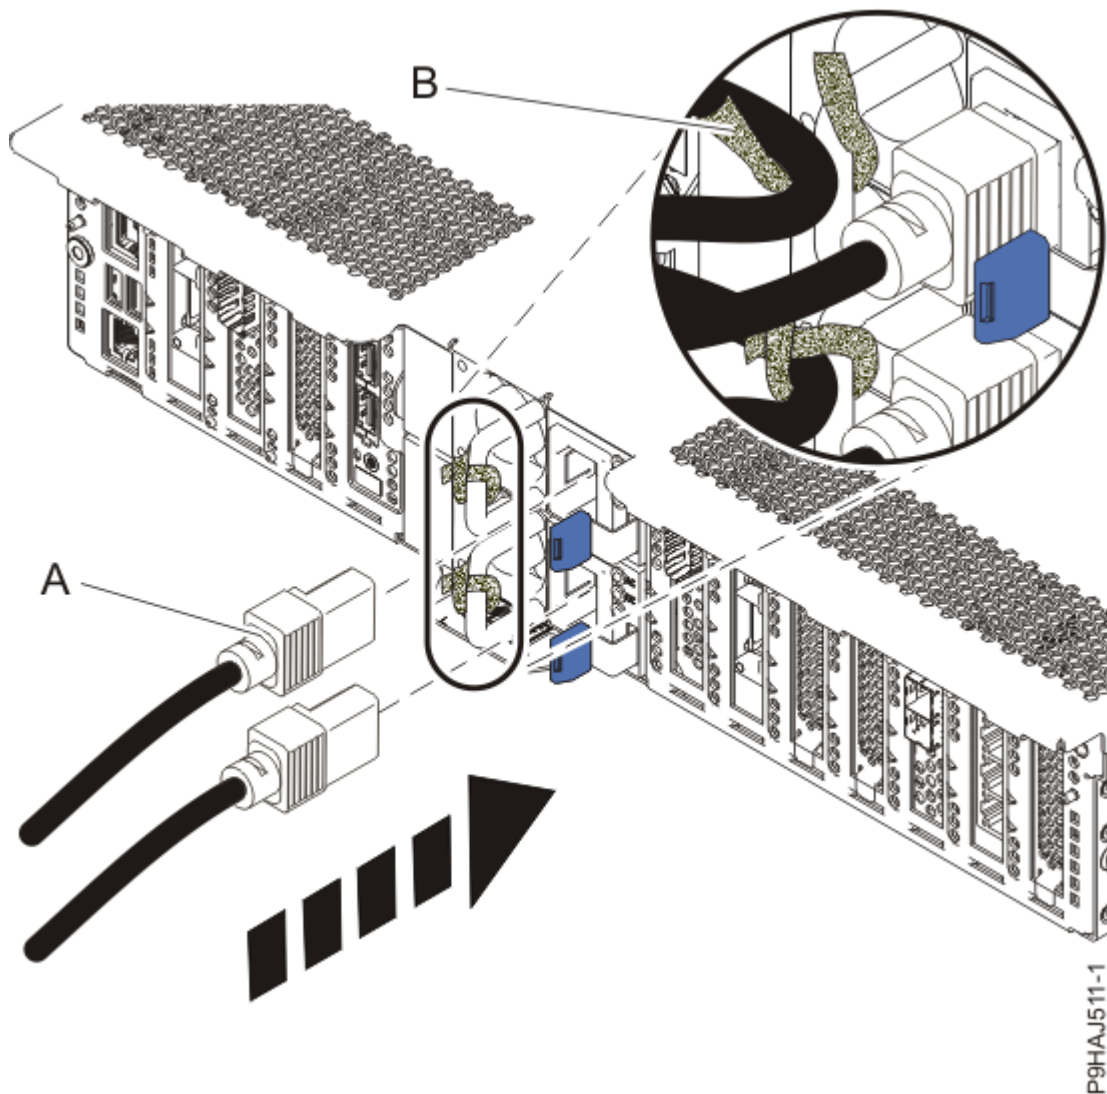

Abbildung 35. Netzkabel anschließen
5. Schließen Sie die Netzkabel **(A)** mithilfe Ihrer Beschriftungen wieder an die Systemeinheit an. Befestigen Sie die Netzkabel mit den Klettverschlüssen **(B)** am System (siehe Abbildung 35 auf Seite 40).